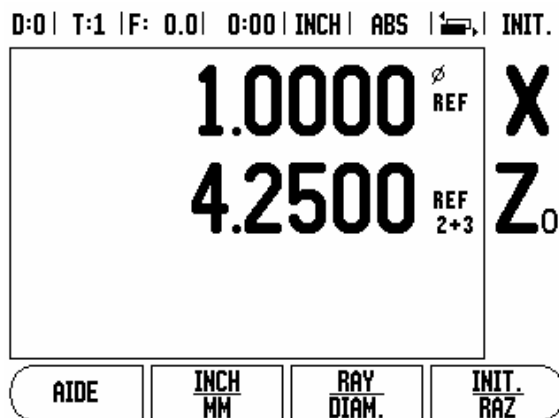

Fig. II.4 Couplage des axes Z actif
- Appuyez sur la touche numérique associée à l'entrée du système de mesure située sur la face arrière du Wizard 411. Utilisez les softkeys **+** ou **-** pour coupler une seconde entrée à la première. Les numéros des entrées sont affichés à côté de l'axe et ils indiquent la présence d'une position couplée (par exemple 2 + 3). Cf. Fig. II.4.
Appuyez sur la touche Z₀ et maintenez-la enfoncée pendant environ 2 secondes si vous désirez coupler l'axe Z₀ avec l'axe Z et afficher la somme des courses de déplacement dans l'affichage de l'axe Z₀. La somme des courses de déplacements des deux axes Z s'affiche maintenant dans l'affichage de l'axe Z₀ et l'affichage de l'axe Z s'éteint. Cf. Fig. II.4.